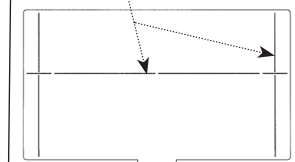

Fig. 9
- b. If additional space is required for devices greater than 1.7"(43 mm) in depth but not exceeding 2.9"(73 mm) depth attach (6) standoffs (b1) to mounting bracket (f). Depths measured from device mounting surfaces.
- c. Insert divider (b) between power side and data side. For 50/50 (Fig. 6) combinations insert divider tab into slot (c), Fig. 8. For 60/40 combinations (Fig. 7), break off ends of the divider along scores (See Fig. 9) and insert into slot (d), Fig. 8. For shallow depth applications break off top edge of divider plate.
- b. S'il faut plus d'espace pour les dispositifs de plus de 43 mm, mais n'excédant pas 73 mm de profondeur, fixer (6) éléments (b1) au support de montage (f). Calculer la profondeur à partir de la surface de montage du dispositif.
- c. Insérer le séparateur (b) entre les compartiments d'énergie et de données. Pour une répartition 50/50 (Fig. 6), insérer le séparateur dans la fente (c), Fig. 8. Pour une répartition 60/40 (Fig. 7), casser les extrémités du séparateur le long des marques (consulter la Fig. 9) puis insérer dans la fente (d), Fig. 8.
- Si necesita espacio para los dispositivos por más de 43 mm hasta 73 mm máximo de profundidad, fijar (6) elementos (b1) al soporte de montaje (f). Calcular la profundidad a partir de la superficie de montaje del dispositivo.
- Colocar el separador (b) entre los lados de alimentación y datos. Para combinaciones 50/50 (Fig. 6), colocar la lengüeta de separación en la ranura según la Fig. 8 (c). Para combinaciones 60/40 (Fig. 7), cortar los extremos del separador siguiendo las líneas (ver Fig. 9) y colocarlo en la ranura según la Fig. 8 (d).